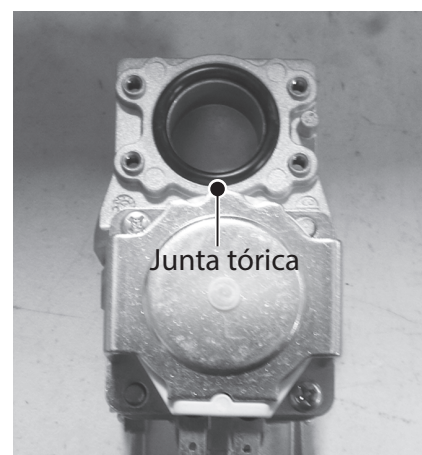

Figura 116 - Reemplazo de la junta tórica
- 16 Ubique la junta tórica (25.7 x 3.5) de la válvula de gas que se incluye con el kit. Retire la junta tórica antigua de la válvula de gas e instale la nueva junta tórica como se muestra en la Figura 116.